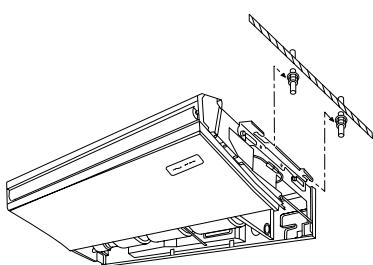

Fig. 3-6
1) Непосредственное подвешивание прибора (Fig. 3-6)